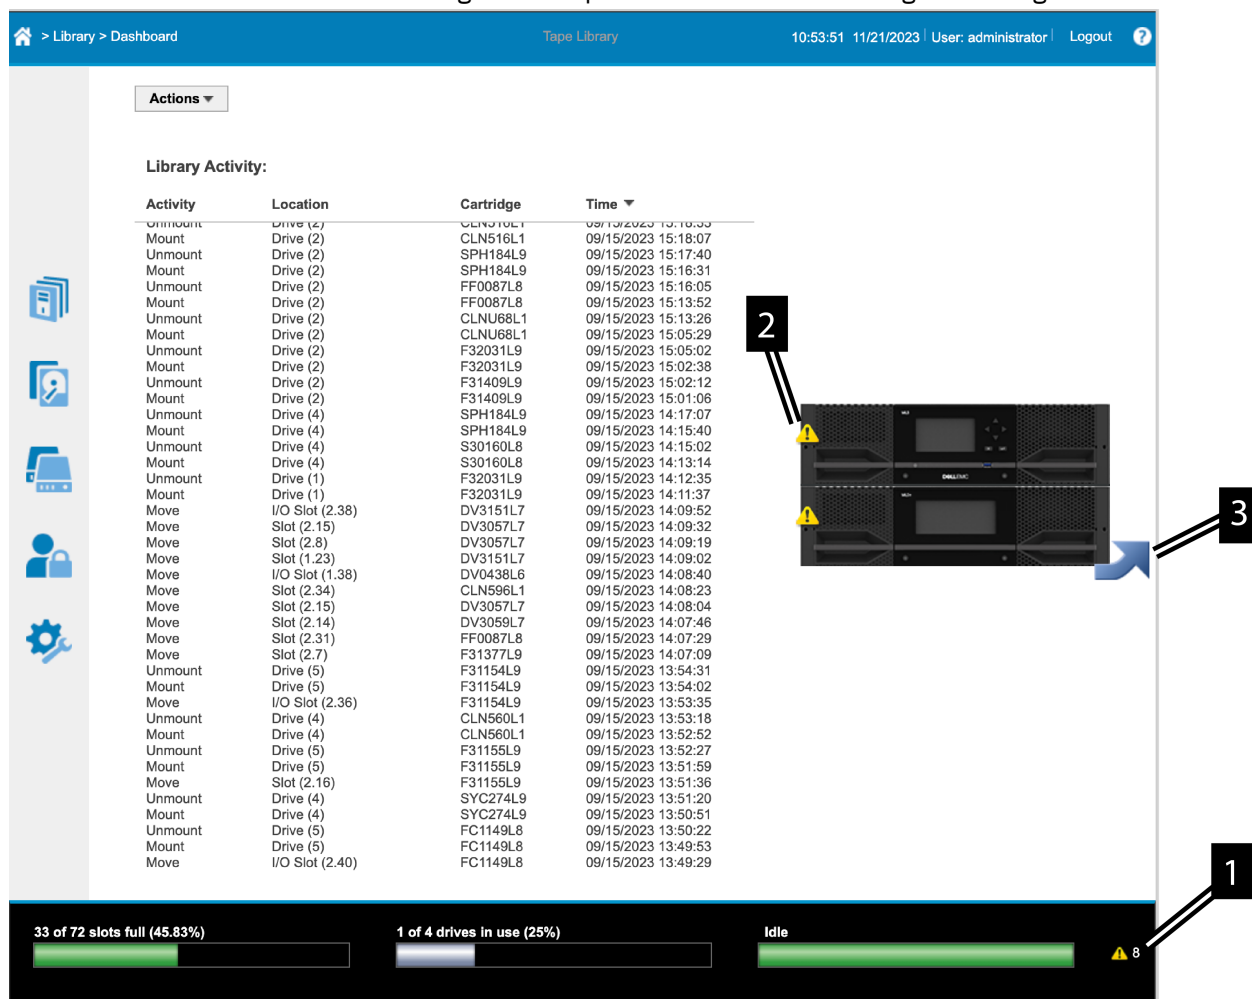

Figura 52. Pantalla GUI
1. El pod de estado inferior derecho de la GUI de la biblioteca muestra el estado de error de la biblioteca. Consulte **1** en Figura 52 en la página 87
2. La visualización gráfica de la biblioteca en la mitad derecha del panel de control de la biblioteca GUI muestra un icono de aviso o error en un componente que tiene un problema. **2** en Figura 52 en la página 87
Si un módulo muestra un error en la parte frontal, pulse la flecha en el gráfico de la biblioteca. Consulte **3** en Figura 52 en la página 87. El gráfico de la biblioteca girará y mostrará los paneles posteriores, para que pueda determinar qué componente tiene el error.